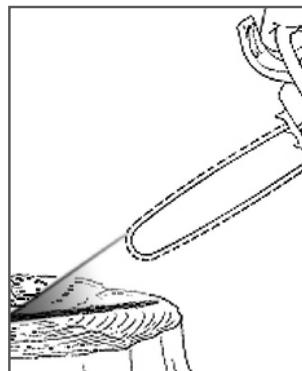

Рис. 10 Проверка смазки шины и цепи
2. Нажмите на рычаг включения и дайте электропиле поработать примерно 10-15 секунд. Под шиной должен оставаться четкий след от масла (Рис. 10).